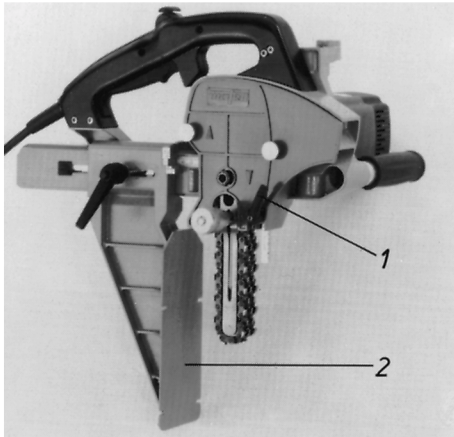

Abb. 1
- Am Kettenstemmer LS 103 Ec Klemmhebel 1 (Abb. 1) lösen und den Tiefenanschlag ganz einschieben.